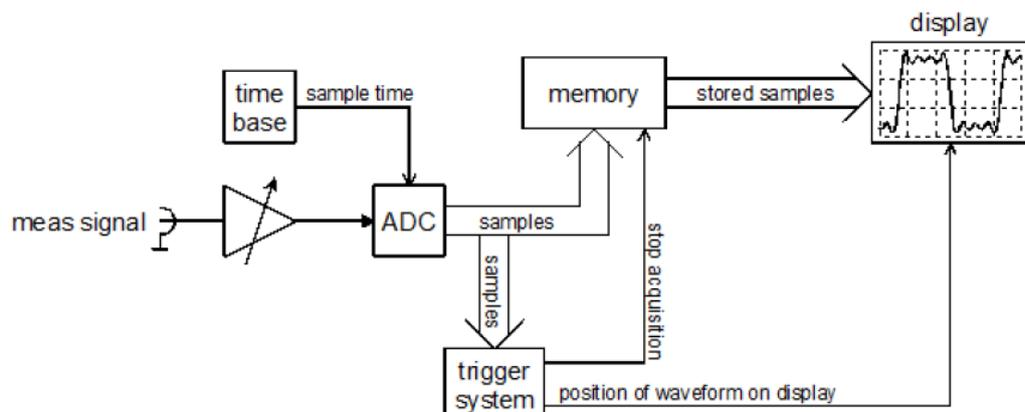

Abbildung 12: Vereinfachter Aufbau eines digitalen Triggers
Durch die Triggereinstellungen können die Bedingungen, unter denen ein Trigger auslösen soll genau festgelegt werden. Falls all diese Forderungen durch das Signal gleichzeitig erfüllt werden, legt dies den Triggerzeitpunkt fest. Das Oszilloskop hat bereits kontinuierlich Datenpunkte aufgenommen, welche nun verwendet werden, um den sogenannten Prätrigger Teil der Aufnahme zu füllen. Ab der Triggerung nimmt das Oszilloskop noch so viele Samples auf, bis der Posttrigger Teil des Speichers gefüllt ist und das Signal am Bildschirm angezeigt werden kann. Abbildung 12 zeigt den vereinfachten Aufbau eines digitalen Triggers. Bei diesem Typ arbeitet das Triggersystem direkt mit den ADC-Abtastwerten. (5)